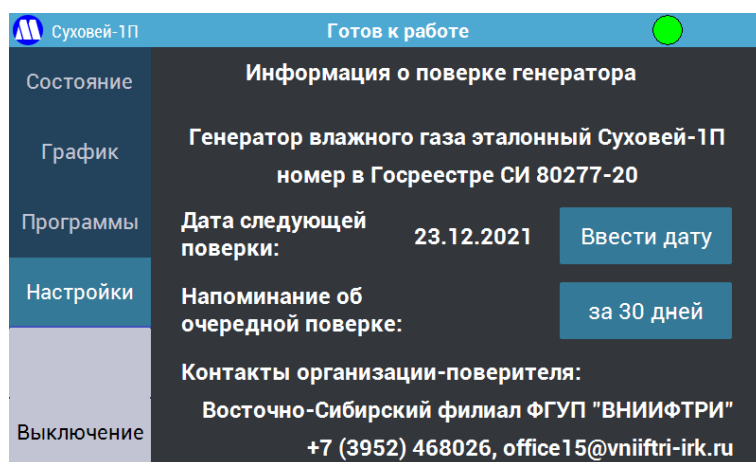
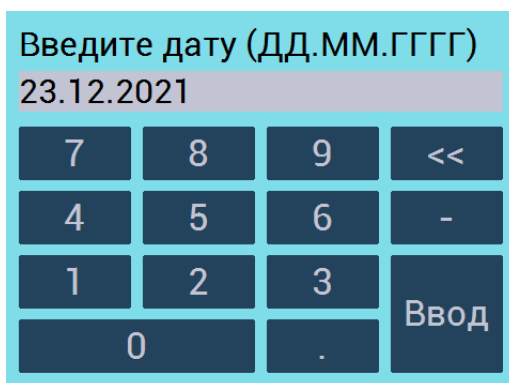

Рисунок 17 – Экран «Информация о поверке генератора».
Рисунок 18 – Экранная клавиатура для ввода даты следующей поверки генератора.
7.2.14. Кнопка «**Информация о поверке генератора**» отображает экран (Рисунок 17), на котором указано полное наименование генератора, его номер в Федеральном информационном фонде по обеспечению единства измерений, контакты организации-поверителя (на момент разработки настоящего документа – единственного в России, который имеет право осуществлять поверку генераторов влажного газа 1-го разряда), имеется возможность ввода даты очередной поверки с экранной клавиатуры (Рисунок 18). При вводе даты с экранной клавиатуры соблюдайте следующий формат ввода даты – ввод точек обязателен, день и месяц вводятся двумя цифрами, год – четырьмя. Имеется возможность установки напоминания о предстоящей поверке при включении генератора. Рекомендуется обращаться в организацию-поверитель минимум за месяц до окончания срока поверки.